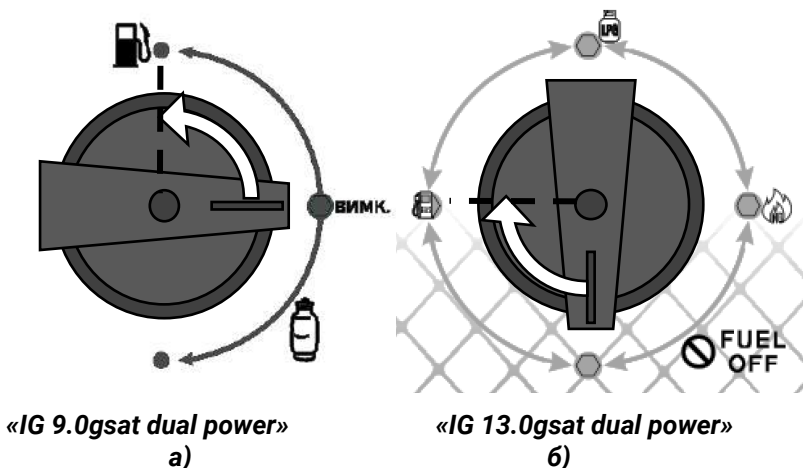

Рисунок 8. Схема роботи перемикача пуску під час запуску двигуна на бензині.
1. Для пуску двигуна повернути перемикач пуску в положення «Бензин» (рис. 8 а та рис. 8 б, відповідно, для моделей «IG 9.0gsat dual power» та «IG 13.0gsat dual power»). При цьому буде відкритий паливний кран та автоматично буде закрита пускова повітряна засувка карбюратора.